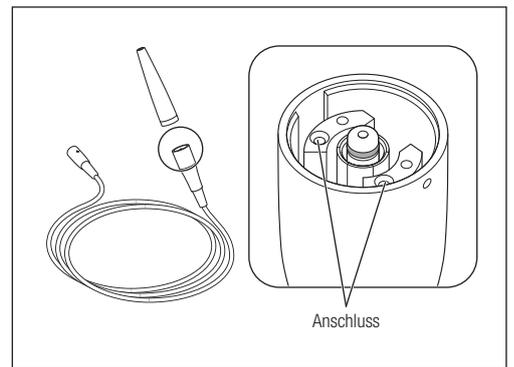

Abb. 37
- Verwenden Sie zur Reinigung des Handstückkabelsteckers keine spitzen Gegenstände und drücken Sie nicht auf den Netzkabelanschluss. Andernfalls könnte es zu Beschädigungen kommen, die zu Kontaktfehlern führen (Abb. 37).